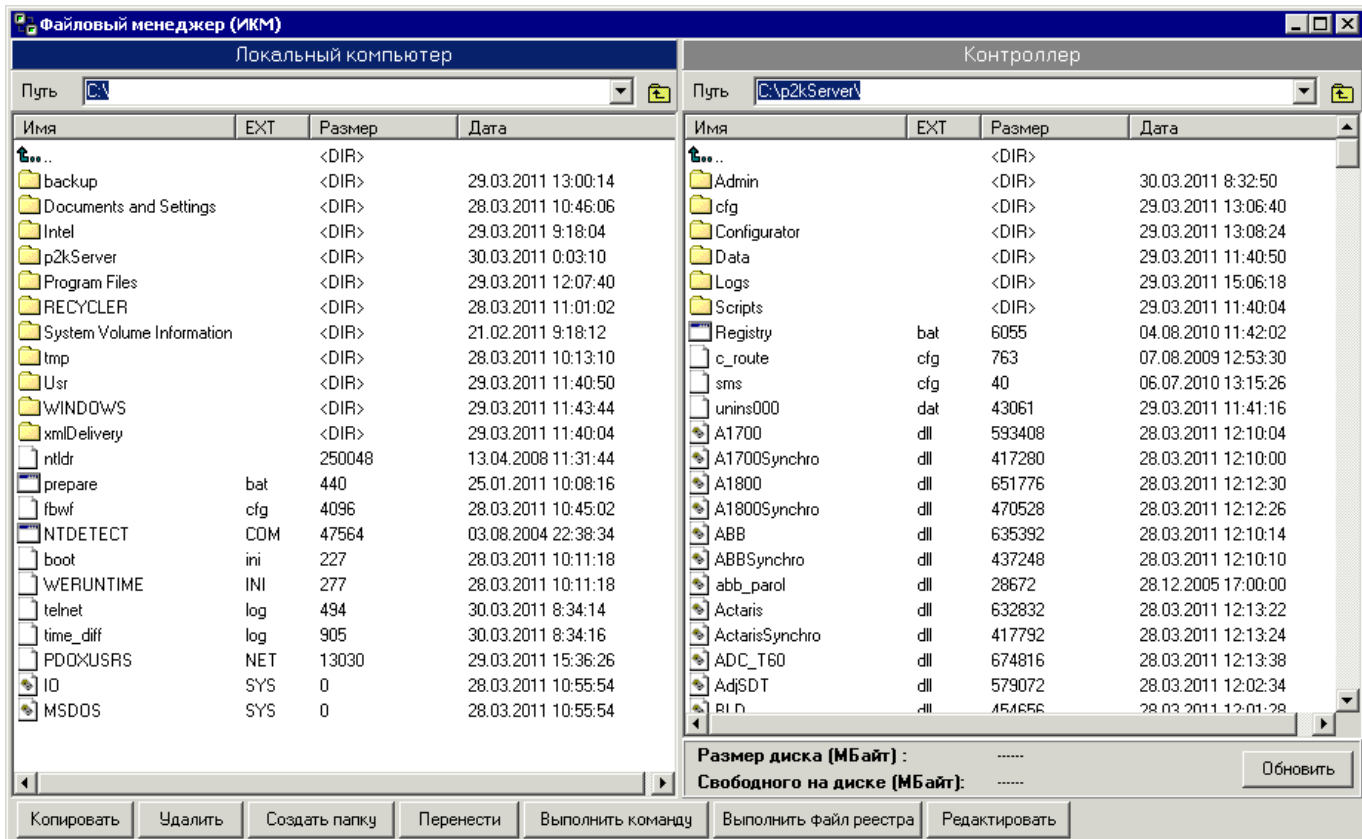

Рисунок 39 - Окно «Файловый менеджер».
- Файловый менеджер(см. рисунок 39)